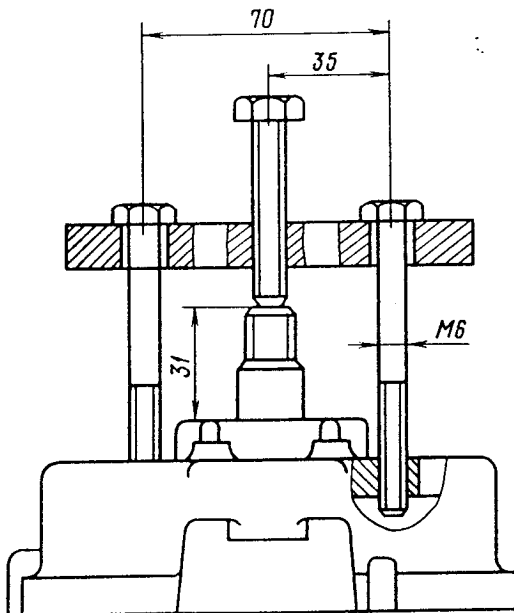

Bild 210. Vorrichtung zum Ausbau des vorderen Lichtmaschinendeckels
6. Vorderen Deckel zusammen mit Lager unter Benutzung der Gewindebohrungen im Deckel und eines Spezialabziehers von der Läuferwelle absetzen (Bild 210).